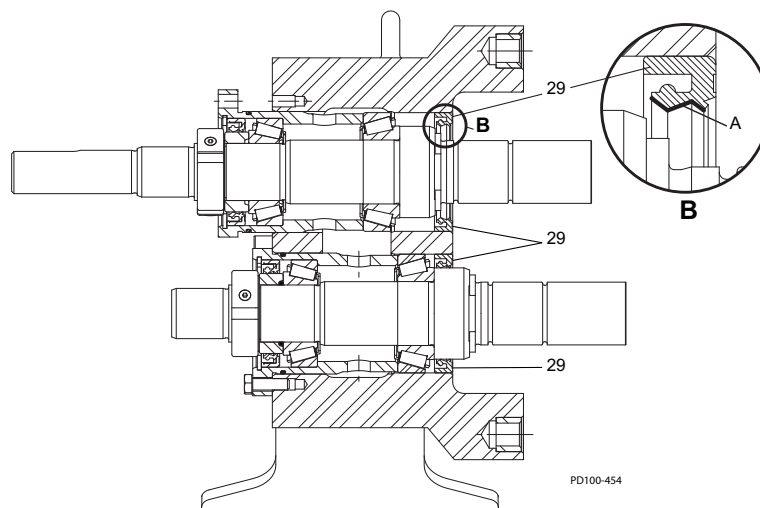
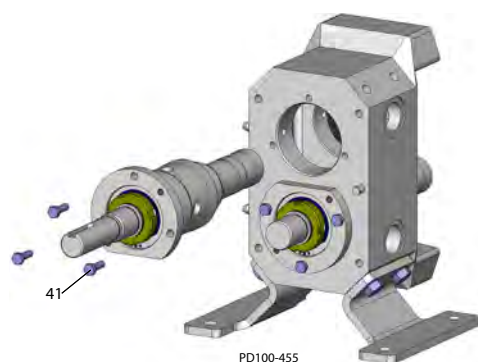

Рисунок 48 - Нанесите подшипниковую смазку
Рисунок 49 - Закрепите винтами с головкой
1. Смотрите Рисунок 48. Применяйте подшипниковую смазку к внутреннему диаметру (позиция А) уплотнений переднего края (позиция 29).
2. Установите валы в сборе в картер редуктора и закрепите их винтами с головкой (Рисунок 49, пункт 41). Нанесите тонкий слой подшипниковой смазки к отверстиям и наружным кольцам подшипника для облегчения установки. Следите за тем, чтобы не повредить уплотнения кромок (Рисунок 48, пункт 29) во время сборки.